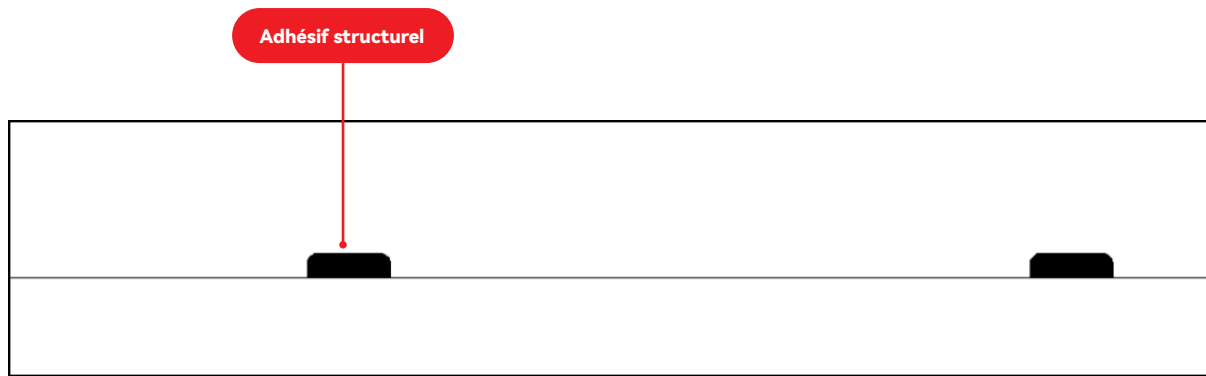

FIGURE 11
③ La section transversale de l'adhésif structural doit être de forme semi-circulaire avec une largeur supérieure à 18 mm et une hauteur supérieure à 6 mm (comme indiqué dans la figure 11).